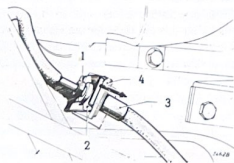

Fig. 8.10. Unión de un tubo flexible de freno con uno rígido.
Desenroscar el racor (1) (fig. 8.10) y quitar la grapa (2).